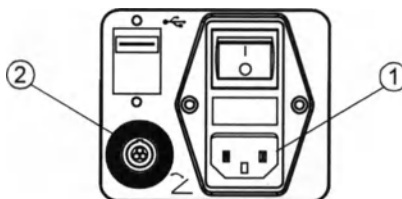

Рис. 3-4. Разъемы панели питания от сети переменного тока и дополнительных устройств
- а. Подсоедините шнур питания к разъему для подключения питания на задней панели генератора (см. Рис. 3-4).
- а. Сопоставьте разъем кабеля ножного выключателя с разъемом для ножного выключателя, расположенным на задней панели генератора (см. Рис. 3-4).